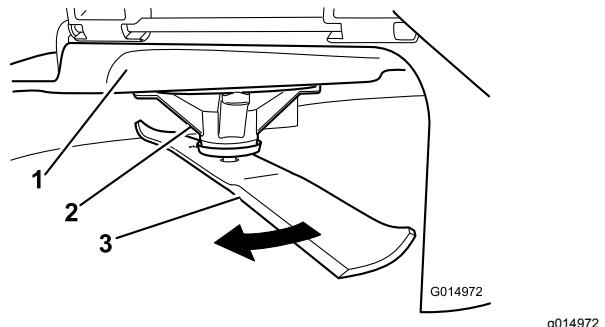

Figure 90
- Enfilez des gants épais ou utilisez une autre protection adéquate pour les mains, et faites tourner la lame lentement jusqu'à une position permettant de mesurer la distance entre le tranchant et la surface plane sur laquelle se trouve la machine (Figure 90).